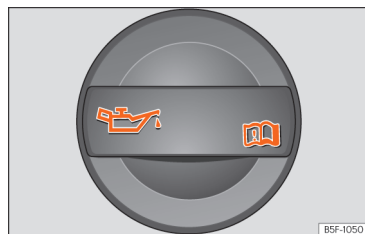

Fig. 216 Capac bușonului orificiului de umplere cu ulei din compartimentul motor.
- Identificați bușonul orificiului de umplere cu ulei de motor. Acesta poate fi recunoscut după simbolul  de pe capac » fig. 216.
- Deșurubați bușonul de la gura orificiului de umplere cu ulei » fig. 216.